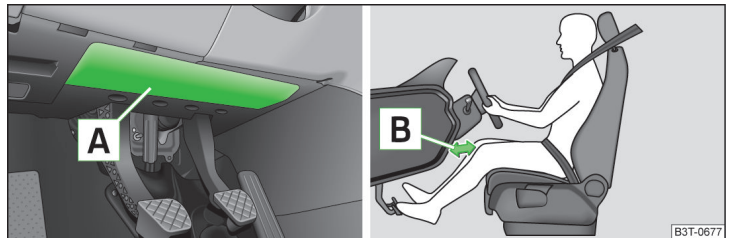

Abb. 10 Einbauort des Airbags / Sicherer Abstand zur Schalttafel
Der Fahrer-Knieairbag A ist im unteren Teil der Schalttafel unter der Lenksäule untergebracht » Abb. 10.
- Den Fahrersitz in Längsrichtung so einstellen, dass der Abstand der Beine **B** zur Schalttafel im Bereich des Knieairbags mindestens 10 cm beträgt » **Abb. 10**. Falls es aus Gründen der Körpergröße nicht möglich sein sollte, diese Bedingung zu erfüllen, dann ist ein Fachbetrieb aufzusuchen.